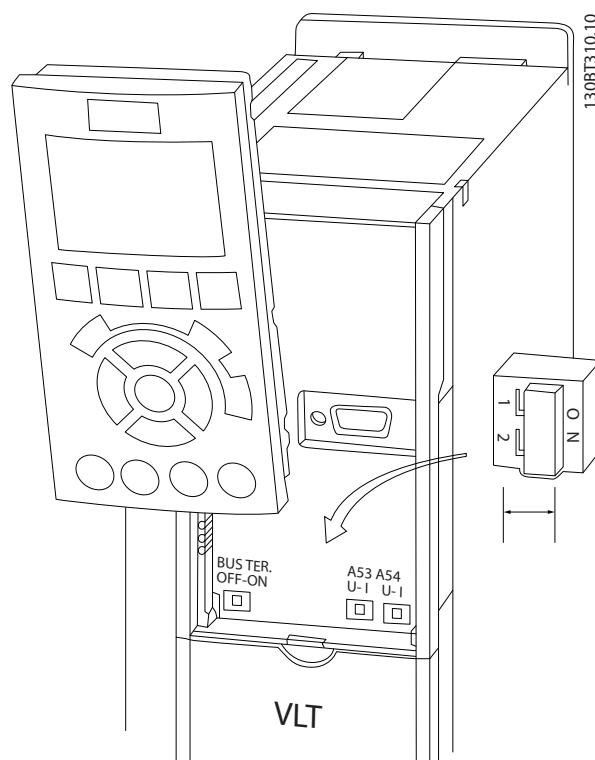

Abbildung 2.20 Lage der Schalter für die Klemmen 53 und 54
- Sie erreichen die Schalter, indem Sie das LCP abnehmen (siehe *Abbildung 2.20*). Die Optionsmodule in Steckplatz B decken diese Schalter ggf. ab. Entfernen Sie diese zum Ändern der Schaltereinstellungen. (Trennen Sie vor Arbeiten am Frequenzumrichter immer die Netzversorgung.)